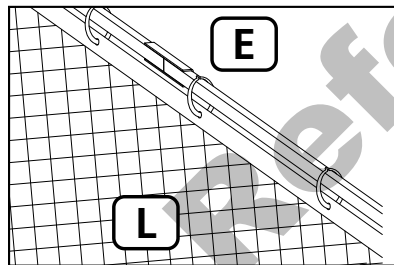

Fig. 11
Utilice los anillos de plástico (N) para colgar cada panel de malla (L) de los travesaños (E), vea la Fig. 11. Una vez completada, la parte superior de los paneles de malla (L) debe estar debajo del toldo principal (J) para que los anillos de plástico (N) no sean visibles desde el exterior de la glorieta.